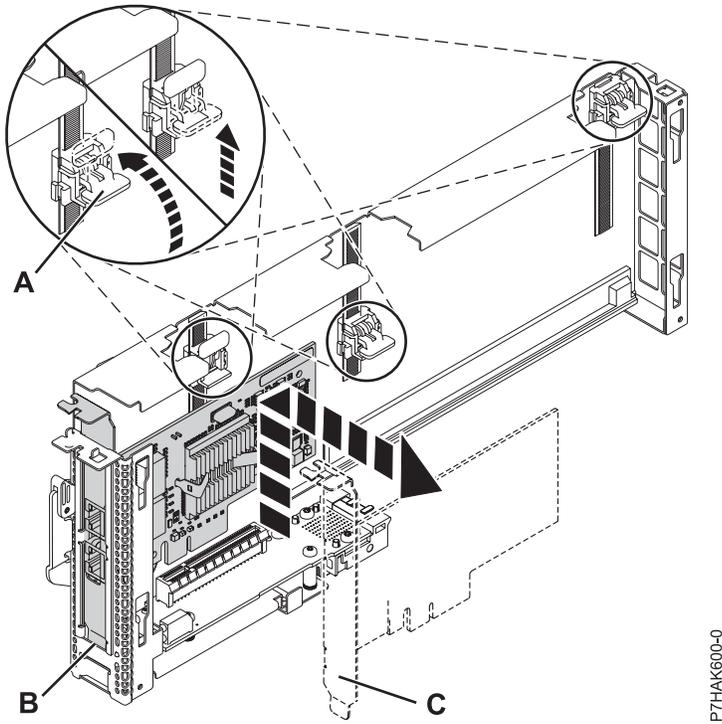

Abbildung 27. Adapter aus PCI-Adapterkassette ausbauen
- a. Entriegeln Sie die Adapterhalterungen, indem Sie die Halteklammern (**A**) in die horizontale Position drehen. Siehe Abb. 27 auf Seite 40.